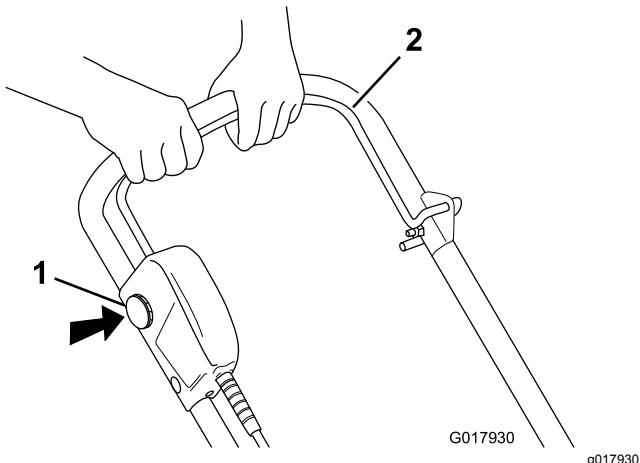

Figura 10
1. Para arrancar el motor, introduzca la llave de enclavamiento, pulse y mantenga pulsado el botón de enclavamiento y apriete la barra de control de la transmisión contra el manillar (Figura 10).